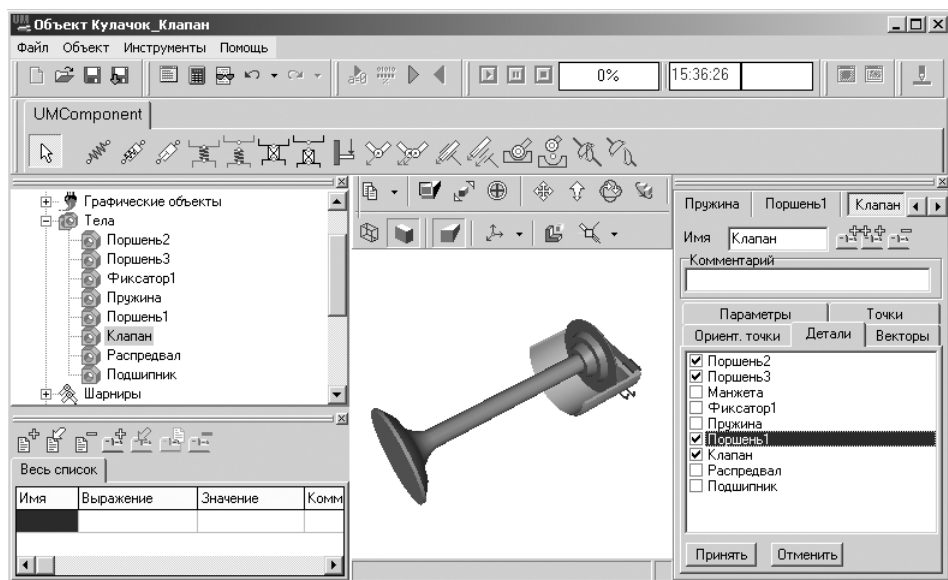

Рис. 2.13. Главное окно системы **Универсальный механизм** после объединения четырех тел: **Клапан**, **Поршень1**, **Поршень2** и **Поршень3**
- щелкните в раскрытой закладке **Деталь** в окне **Инспектор** по квадратику ☐ перед пунктами (детальями) **Поршень1**, **Поршень2**, **Поршень3**, см. рис. 2.13;